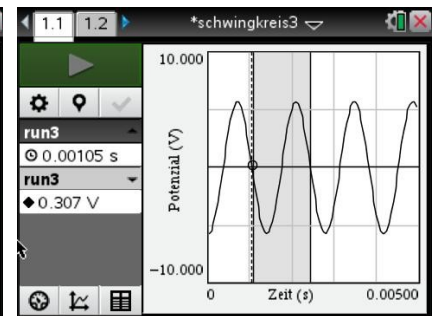

Bild 14.5
Handelt es sich um ein einfacheres Modell ohne Frequenzanzeige, so muss man die Schwingung einmal aufzeichnen (Bild 14.5), um die Periodendauer und damit die Frequenz bestimmen zu können.
Handelt es sich um ein einfacheres Modell ohne Frequenzanzeige, so stellt man ebenfalls zuerst die Gleichspannung ein. Anschließend muss man die Schwingung einmal aufzeichnen (Bild 14.5), um die Periodendauer und damit die Frequenz bestimmen zu können.
5. Mit dem Cursor lassen sich dann die Zeiten der Nulldurchgänge (Bild 14.5) bestimmen. Bei der Beispielmessung ergaben sich bei der Parallelschaltung $T = 1,4$ ms und bei der Serienschaltung $T = 1,43$ ms.